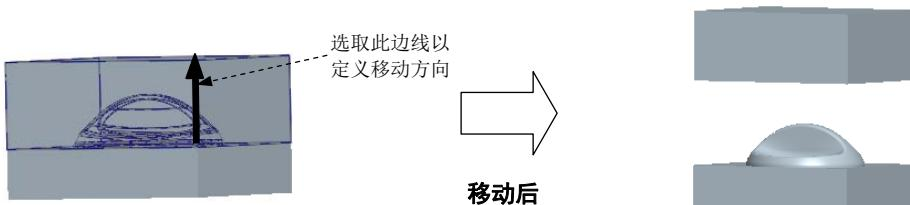

图 11.10 移动上模
Step3. 在系统 **通过选择边、轴或面选择分解方向** 的提示下，选取图 11.10 所示的边线，然后在 **输入沿指定方向的位移** 的提示下，输入上模的移动距离值 50，按回车键。
Step4. 在 ▾ **DEFINE STEP (定义步骤)** 菜单中选择 **Done (完成)** 命令。移出后的上模如图 11.10 所示。